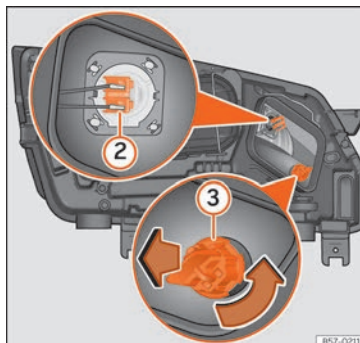

Fig. 111 En el vano motor: lámpara de luz de carretera ② y lámpara intermitente ③.
3. Presione lateralmente el conector »» fig. 111 ② a la izquierda o derecha y tire.
3. Gire el portalámparas »» fig. 111 ③ a la izquierda y tire.